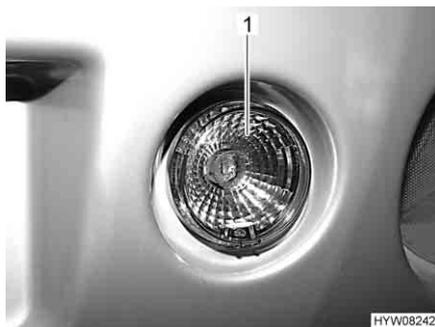
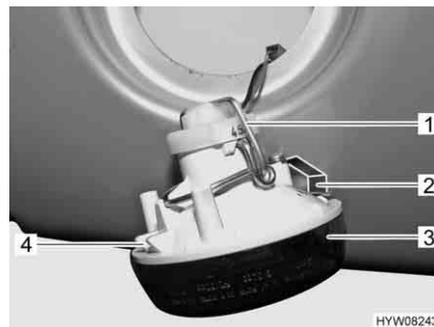

Fig. 107 Proiettore di retromarcia montato
Fig. 108 Proiettore di retromarcia smontato
- Spingere in basso la lampada (Fig. 107,1) forzando la resistenza della molla (Fig. 108,2) e contemporaneamente tirarla indietro dal bordo superiore.
- Rimuovere l'involucro (Fig. 108,3).
- Aprire la staffetta (Fig. 108,1).
- Reinserire il corpo lampada facendo prima incastrare i naselli di ritegno (Fig. 108,4) nel bordo superiore del portalampada.
- Spingere in basso l'involucro forzando la resistenza della molla (Fig. 108,2).